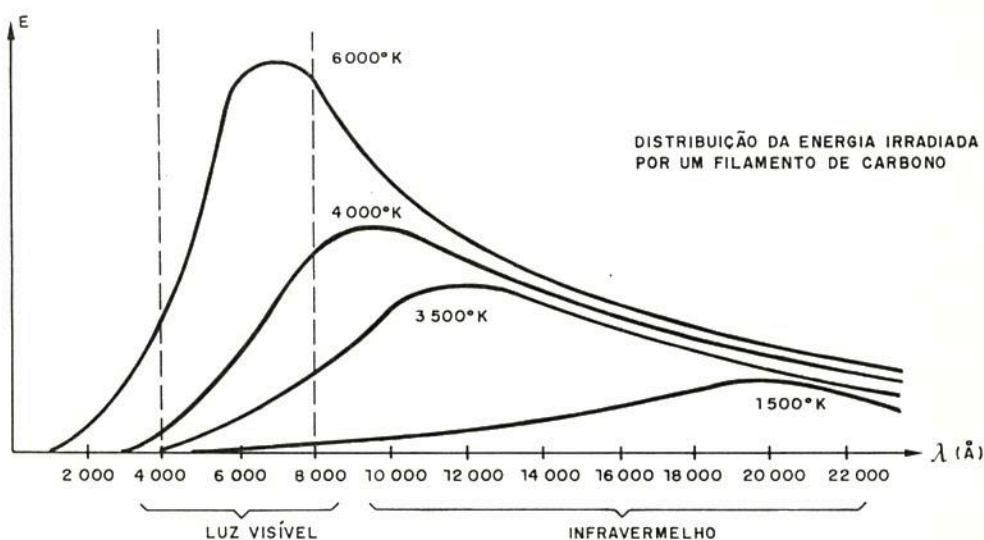

figura 7
2. Radiação: todos os corpos, que estejam acima do zero absoluto (-273°C) têm suas partículas num estado de constante vibração. Esta vibração faz com que, elétrons saltem para níveis diferentes de energia e nestes saltos emitem radiação eletromagnética. (figura 7)